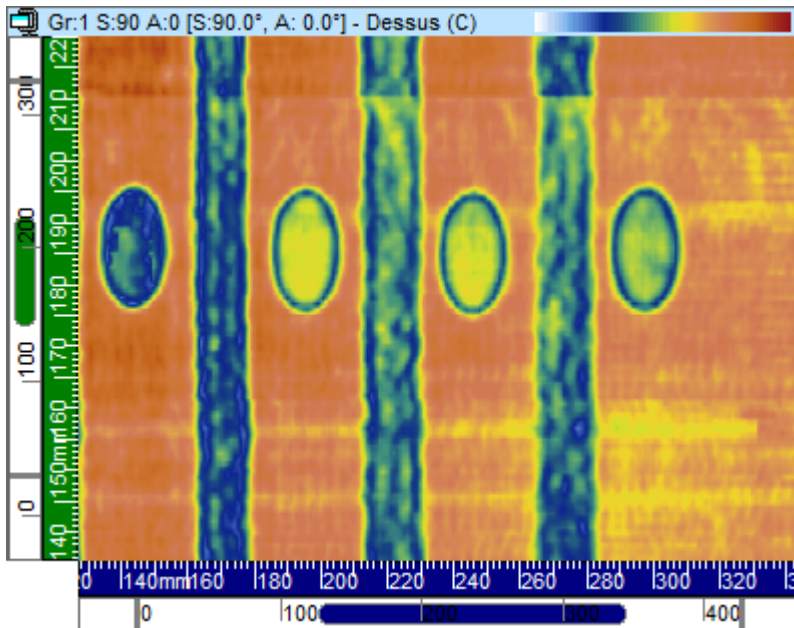

Figure 3-24 Exemple d'une vue de dessus (C)
La vue de **dessus (C)** [voir la Figure 3-24 à la page 110] est une représentation graphique bidimensionnelle des données enregistrées affichées comme une vue de dessus de la pièce inspectée. L'un des axes est l'axe de balayage, l'autre est l'axe d'index. L'emplacement des données affichées est lié aux positions du codeur au moment de l'acquisition. La couleur, à un emplacement donné de l'image projetée, correspond à l'amplitude maximale à cet emplacement tel que détecté dans l'étendue déterminée pour la profondeur réelle.